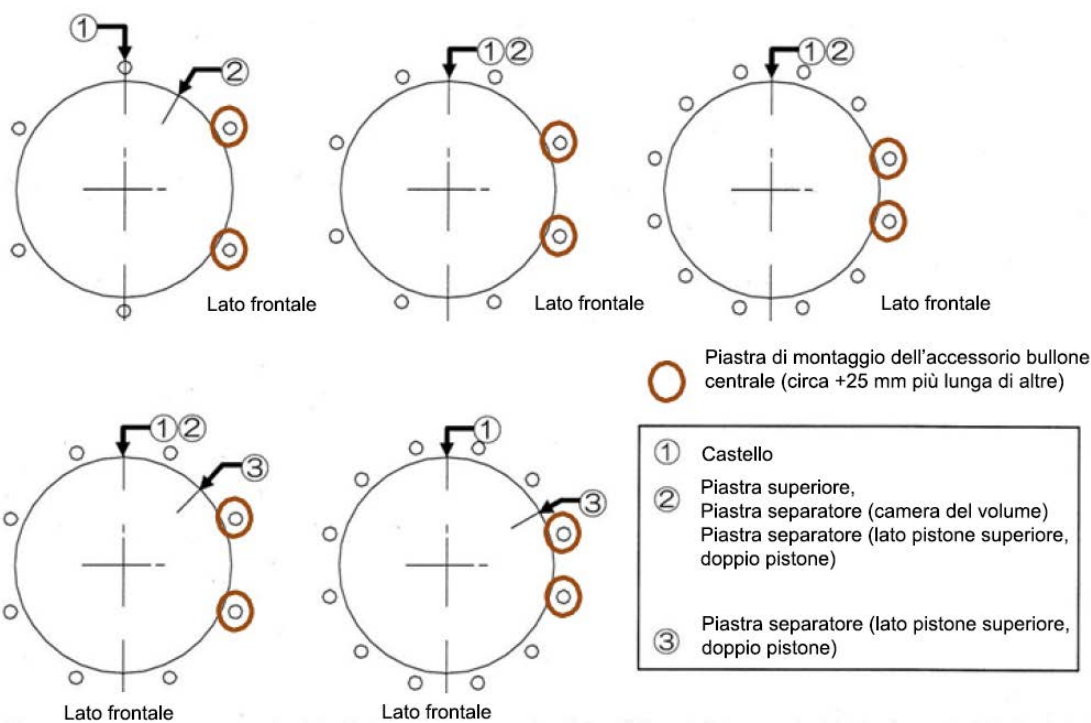

Figura 19 - Posizionamento del bullone centrale
12. Assicurarsi che le posizioni dei collegamenti dell'aria siano corrette. Inserire i bulloni centrali nei fori della piastra superiore e del castello. Montare le rondelle elastiche e i dadi e serrarli leggermente a mano. Montare a mano le rondelle elastiche e i dadi sul lato inferiore del castello. Assicurarsi che la posizione dei bulloni centrali (circa +25 mm più lunghi di altri) per la piastra di montaggio degli accessori, se in dotazione, sia conforme alla Figura 19.